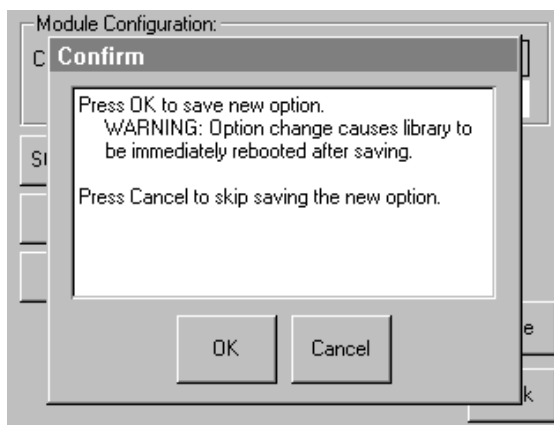

Figura 3-5: Pantalla Module Configuration Confirmation (Confirmación de la Configuración del Módulo)
7. Seleccione OK (Aceptar) para guardar la nueva opción. A continuación, la biblioteca se reiniciará automáticamente y se configurará para la nueva opción (consulte la Figura 3-5).